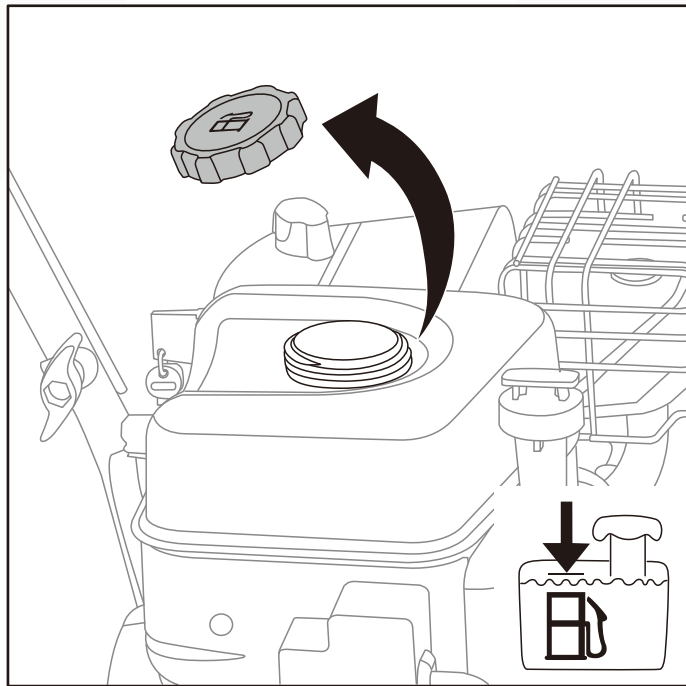

Figura 8
2. Retire el tapón del combustible. (Figura 8)